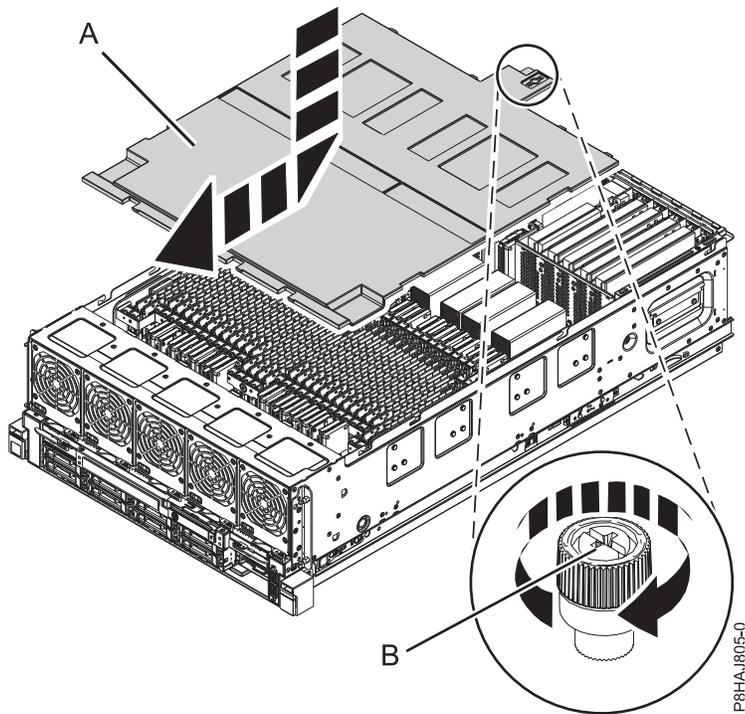

Figura 70. Substituir a tampa de segurança
2. Faça deslizar a tampa de segurança (A) em direcção ao chassis.
3. Aperte o parafuso de aperto manual (B) ao rodá-lo na direcção apresentada na Figura 70 na página 110 para fixar a tampa de segurança ao chassis.